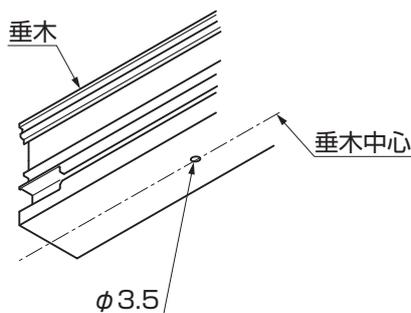

図1-9
- φ3.5の穴あけ位置は現場に合わせて使いやすい位置を決め、垂木の中心に穴をあけてください。(図1-9参照)